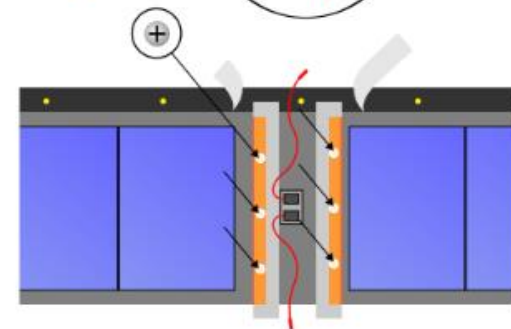

Fig.35
- Bloccare i profili a L con le apposite rondelle autobloccanti (fermi circolari) esercitando una adeguata pressione (fig. 35)